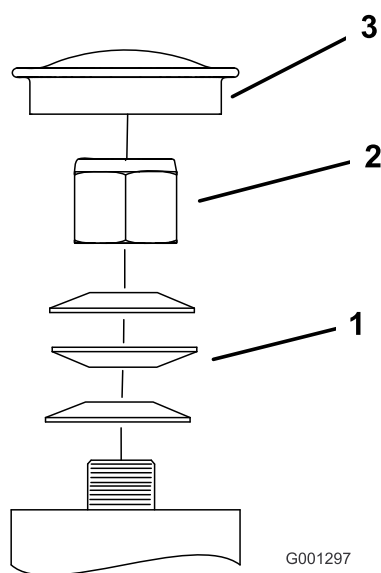

Figure 52
- Retirez le capuchon antipoussière de la roue pivotante et serrez le contre-écrou (Figure 52).
- Continuez de le serrer jusqu'à ce que les rondelles élastiques soient aplaties, puis desserrez-le de 1/4 de tour pour obtenir la précharge correcte des roulements (Figure 52).
- Remettez le capuchon antipoussière en place (Figure 52).
Important: Veillez à placer les rondelles élastiques comme montré à la Figure 52.